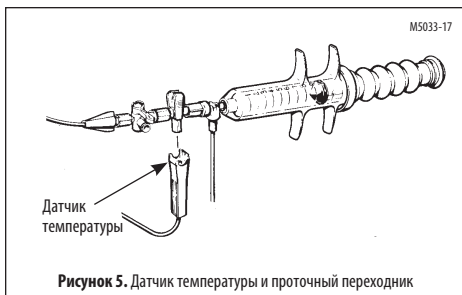

Рисунок 5. Датчик температуры и проточный переходник
2. Установите датчик температуры вводимого раствора в проточный/возвратный клапан до щелчка (Рисунок 5). Зафиксируйте систему, чтобы свести к минимуму ее движения относительно пациента.